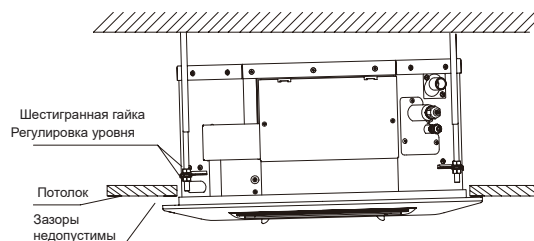

Рисунок 3.17
- Между потолком и панелью зазора быть не должно. См. рисунок 3.17